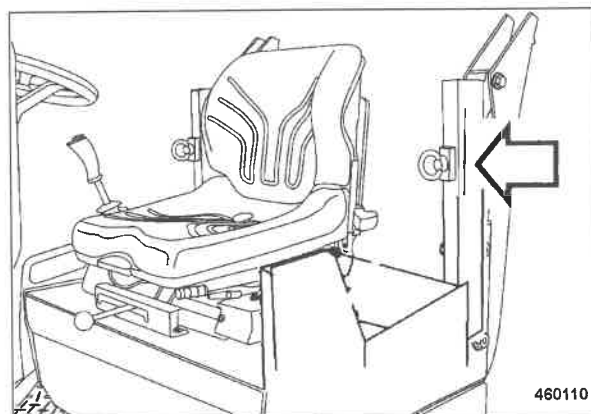

Fig. 85
- Porre le lamiere di serraggio su entrambi i lati in posizione verticale (Fig. 85).